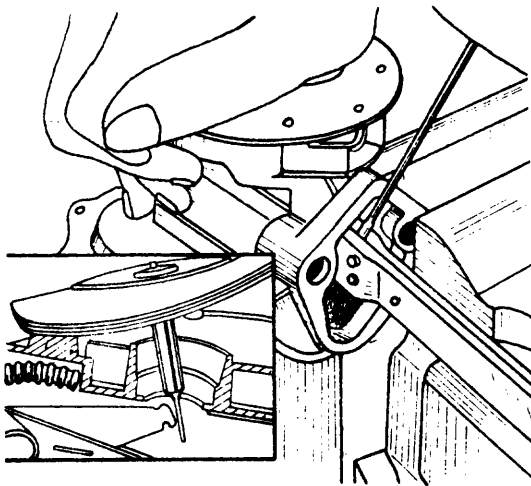

Fig. 3
- a Retire el diafragma, comprimiendo el resorte para deslizar el vástago de su palanca de accionamiento (fig.3).
___e Instale el resorte y el diafragma (fig. 3).